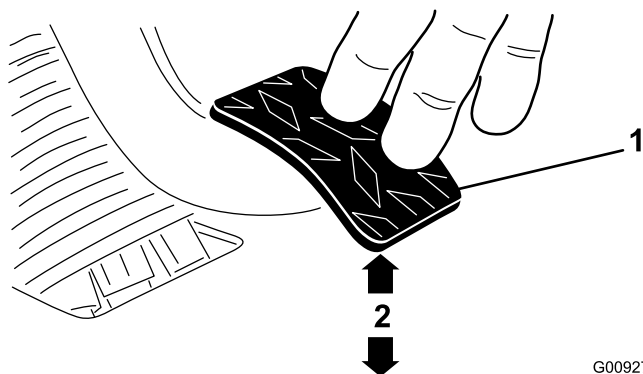

Figura 66
3. Ajuste las contratuercas o la articulación esférica hasta que el borde trasero del pedal del embrague esté a $9,5 \pm 0,3$ cm del borde superior del dibujo a rombos de la chapa de suelo al aplicar una fuerza de 1,8 kg al pedal (Figura 66).